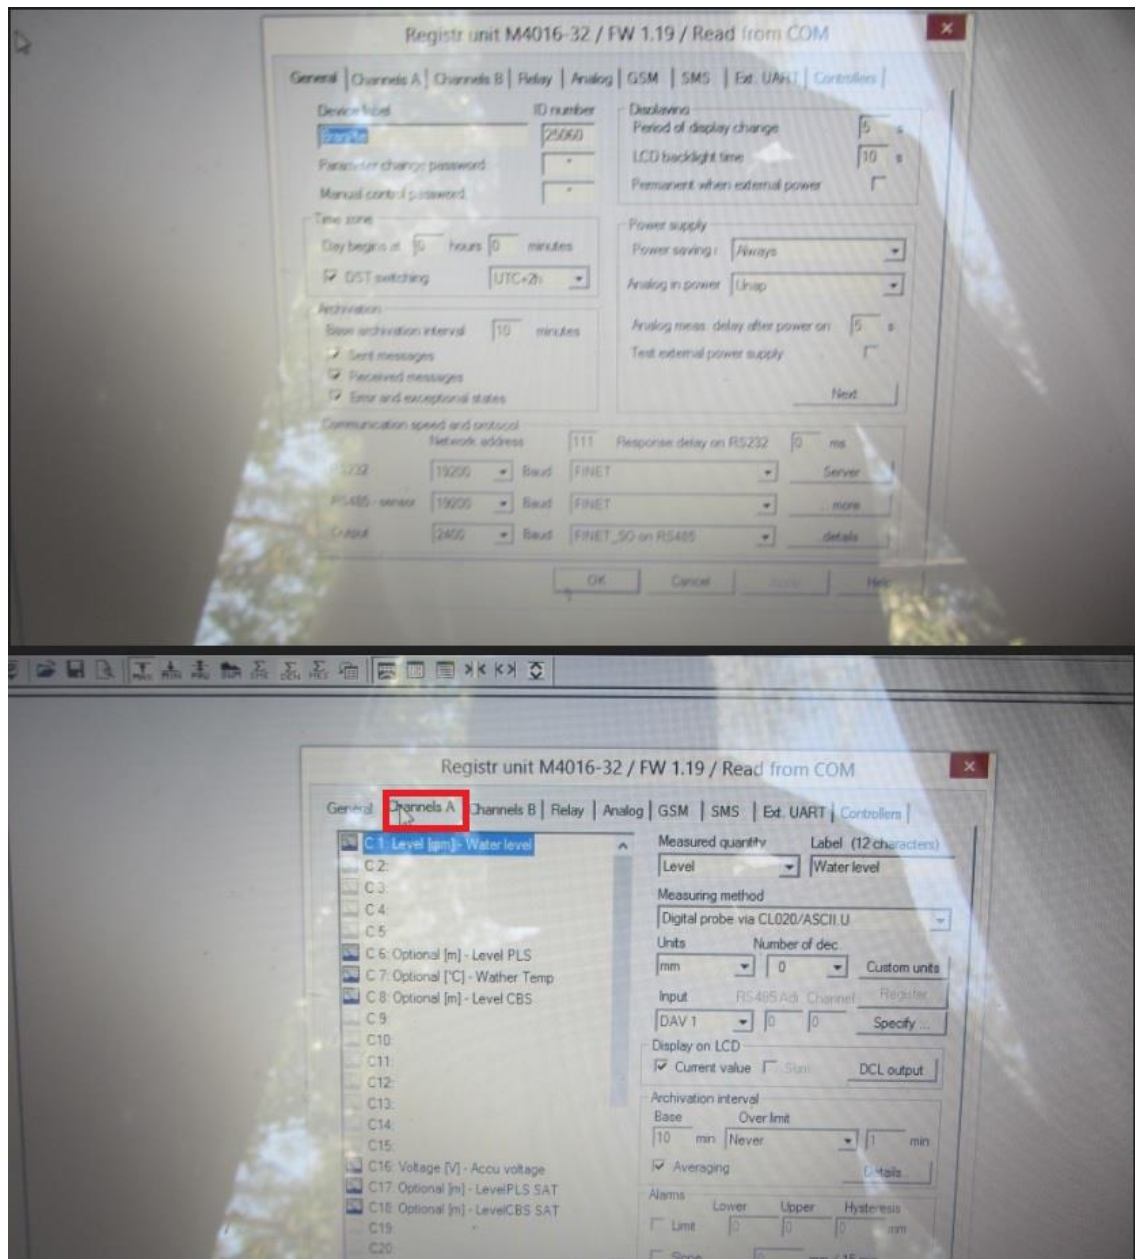

Fig. 7
- h. Apoi se deschide fereastra **Registr unit M4016-32 /FW 1.19 / Read from Com**, unde apăsăm pe butonul **Channels A** (fig. 7).